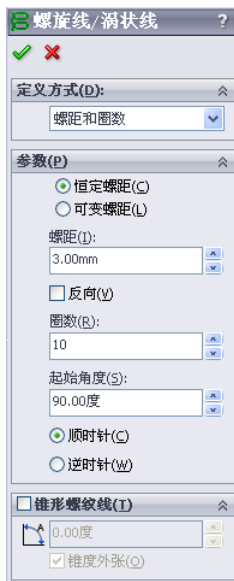

图 5-122 “螺旋线”属性管理器
(9) 生成螺旋线。选择菜单栏中的“插入”→“曲线”→“螺旋线/涡状线”命令，或者单击“曲线”工具栏中的（螺旋线和涡状线）按钮，此时系统弹出如图 5-122 所示的“螺旋线/涡状线”属性管理器。按照图 5-122 所示进行设置后，单击属性管理器中的（确定）按钮。